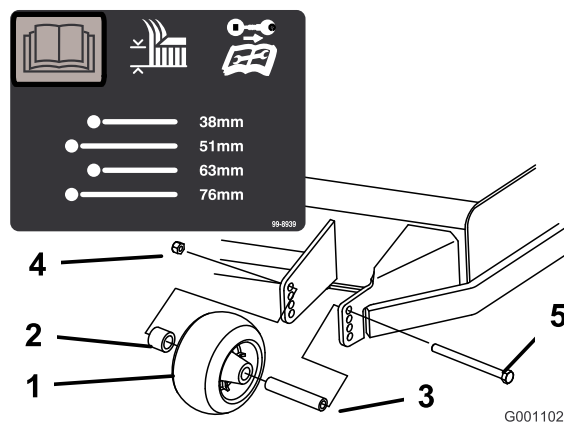
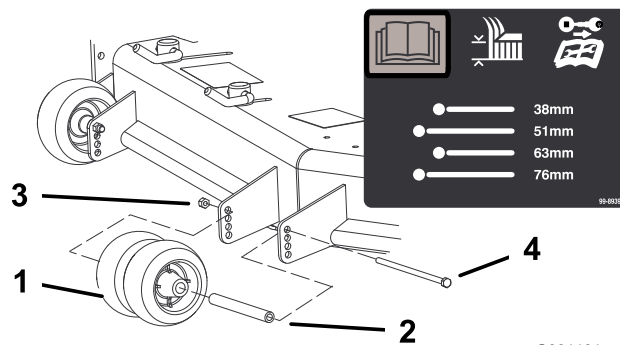
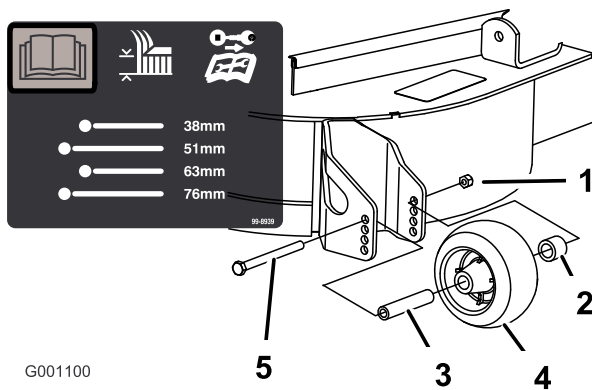

Figura 20
Figura 21
Figura 22
3. Dopo avere regolato l'altezza di taglio, regolate i rulli togliendo il dado flangiato, la boccola, il distanziale e il bullone (Figura 20, Figura 21 e Figura 22).
Nota: I 2 rulli centrali sono privi di distanziale (Figura 21).
5. Montate il dado flangiato, la boccola, il distanziale ed il bullone. Serrate il bullone a un valore compreso tra 54 e 61 N·m (Figura 20, Figura 21 e Figura 22).